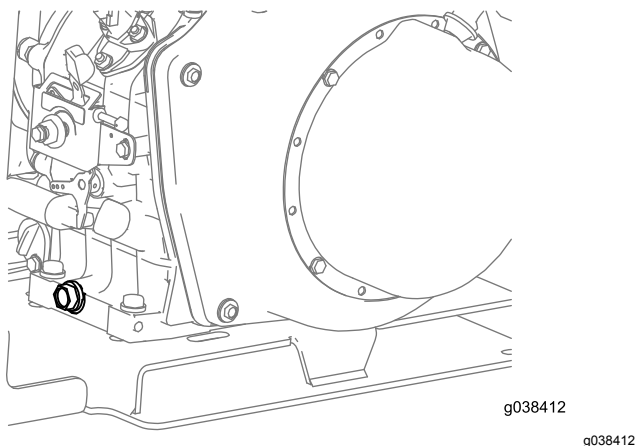

Figura 22
4. Posizionate un contenitore idoneo sotto il tappo di spurgo dell'olio (Figura 22).